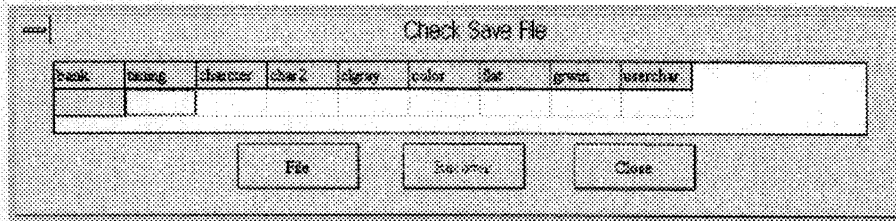

図7-7
- (1) 「File (F)」プルダウンメニューから「Save File Check (S)」を選択します。図7-7のダイアログが表示されます。